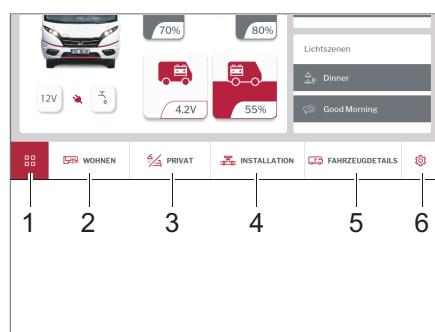

Fig. 280 Barra menu System Control Display
Mediante la barra menu (Fig. 280) si accede ai sottomenu:
- Abitare (Fig. 280,2)
- Privato (Fig. 280,3)
- Installazione (Fig. 280,4)
- Dettagli veicolo (Fig. 280,5)
- Impostazioni (Fig. 280,6)